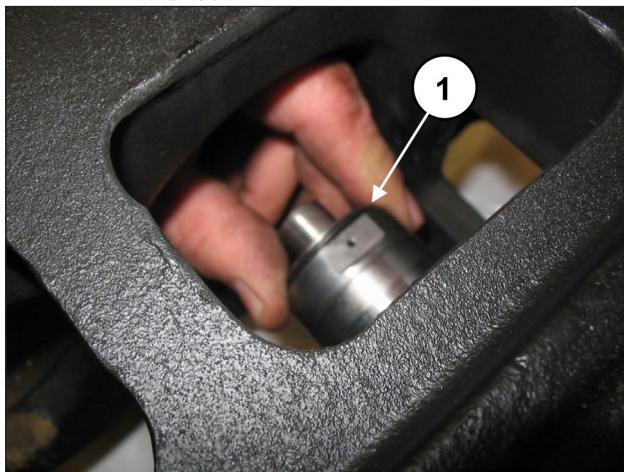
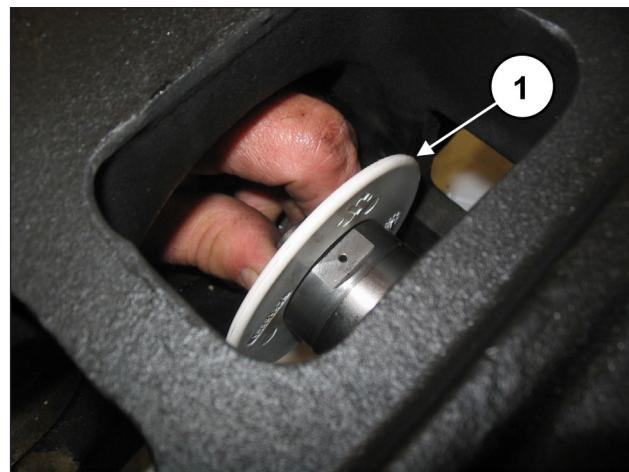

图 179
图 180
将防溅环与O形圈一起放在活塞导承(位置①, 图 179 和图 180) 上的底座内。